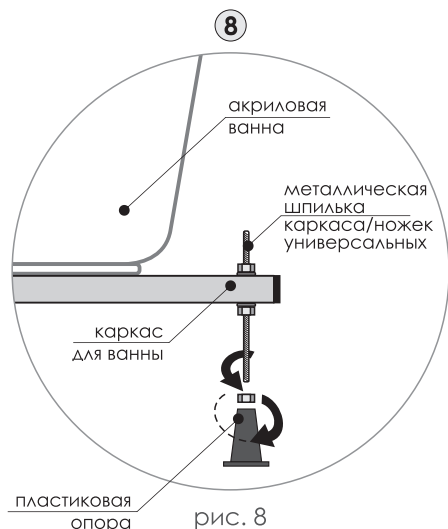

рис. 8
8. Выкрутите пластиковую опору с универсальных ножек или каркаса (рис. 8).